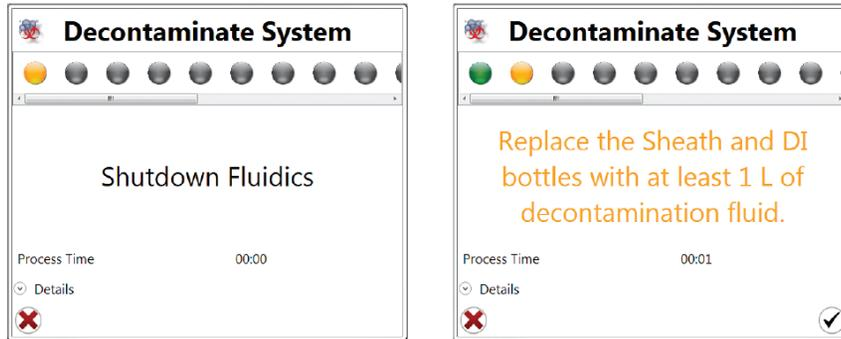

Рис. 130. Инструкции по подготовке системы к процедуре дезинфекции
8. Замените содержимое контейнеров с деионизированной водой и проточной жидкостью дезинфицирующим раствором объемом не менее 1 л (Рис. 130).